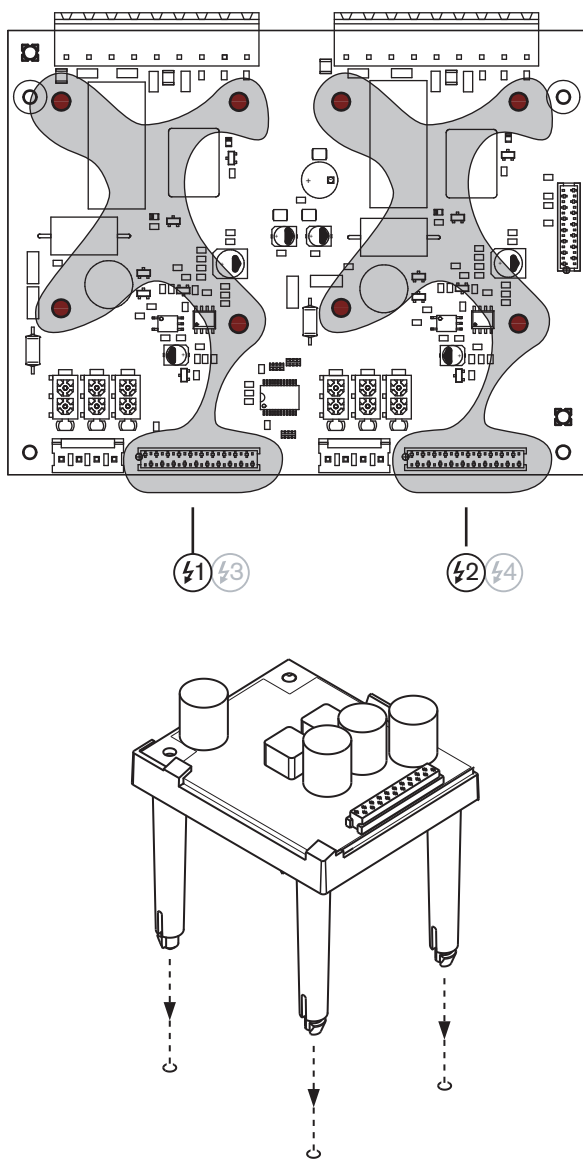

figura 13.4: Installazione
- 1 Togliere il coperchio dall'amplificatore di potenza e posizionare la scheda di uscita (vedere figura 13.4).
- 2 Inserire la scheda di controllo supervisione nella staffa 'da tavolo', facendola scattare in posizione (vedere figura 13.4).